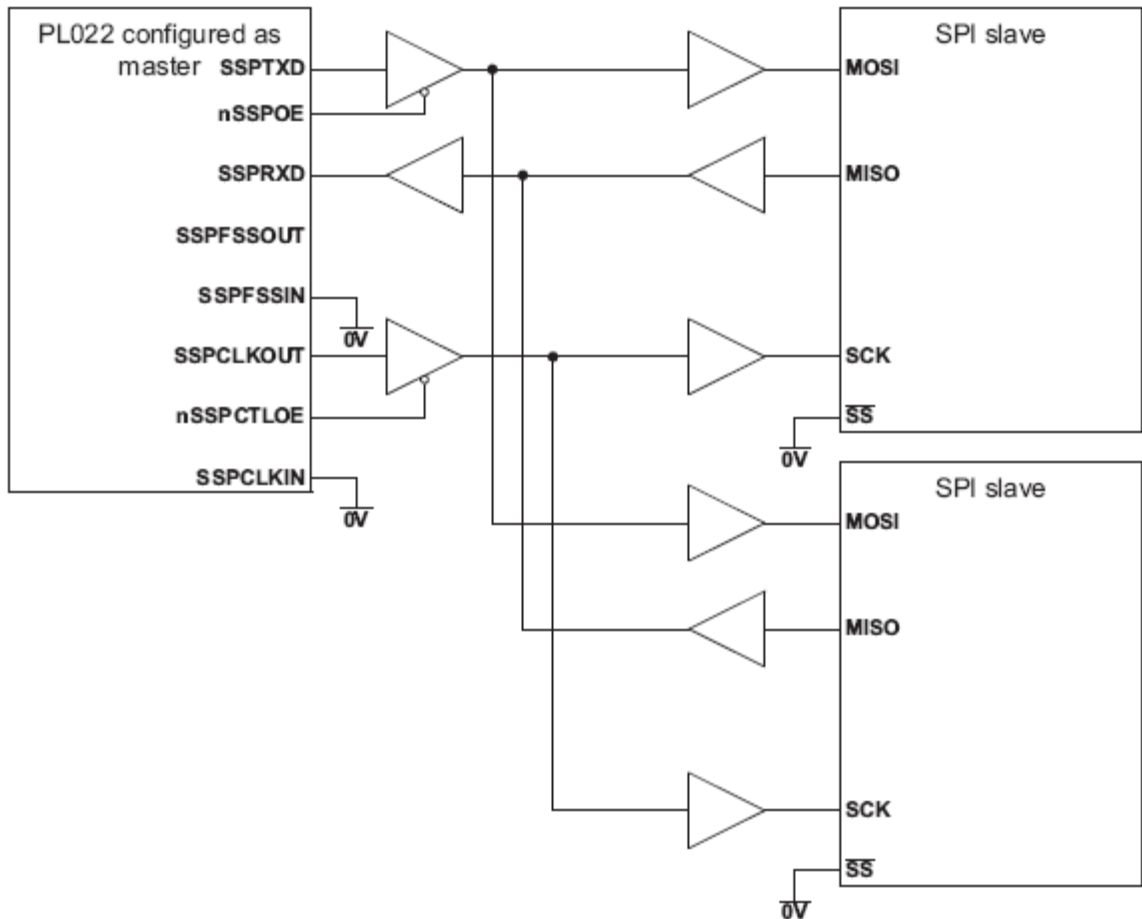

Рисунок 115 – Ведущее устройство SSP подключено к двум ведомым, поддерживающим SPI
Рисунок 115 показывает подключение модуля SSP, сконфигурированного как ведущее устройство, к двум ведомым устройствам, поддерживающим протокол SPI фирмы Motorola. Внешние устройства сконфигурированы как ведомые, путем установки в низкий логический уровень сигнала выбора ведомого устройства Slave Select (SS). Как и в предыдущем примере, ведущее устройство способно передавать данные в адрес ведомых по кругу по линии SSP\_TXD. Ответная передача данных на входную линию SSP\_RXD ведущего устройства, одновременно осуществляется только одним из ведомых по соответствующей линии MISO.